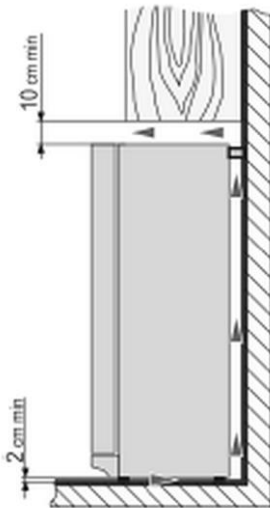

Abb. 3
- Halten Sie einen Mindestabstand von 10 cm zwischen der Oberseite des Gerätes und sich darüber befindlichen Gegenständen (z. B. Schrank) (Abb. 3).